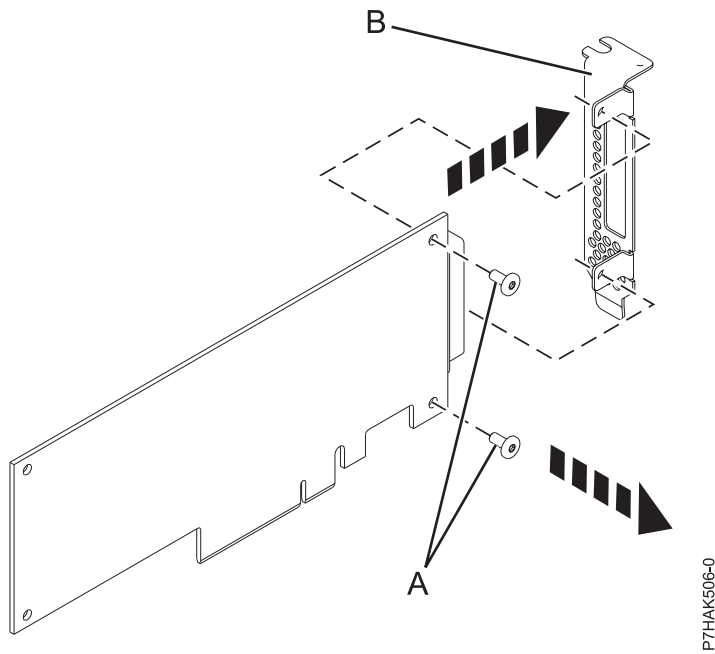

Figura 76. Extracción de la contrapunta de altura reducida de un adaptador PCIe
2. Mediante un destornillador Phillips, desenrosque los dos tornillos (A) que sujetan la contrapunta (B) al adaptador PCIe, como se muestra en la Figura 76 en la página 89.